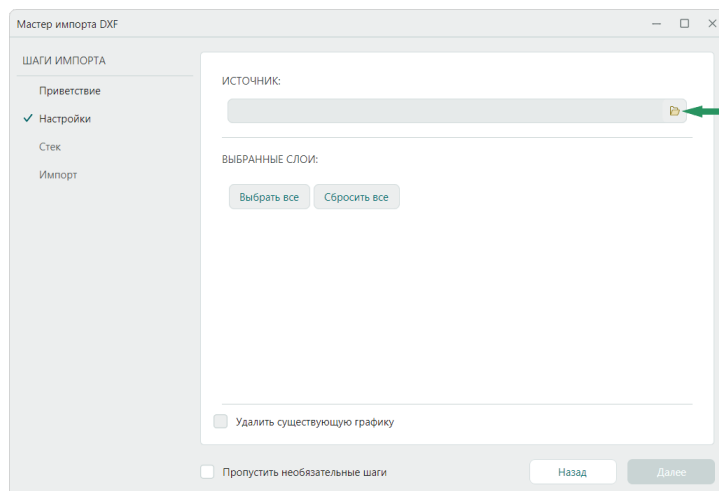

Рис. 83 Выбор файла для импорта .dxf
3. Выберите файл для импорта с помощью кнопки  в поле «Источник», см. Рис. 83.